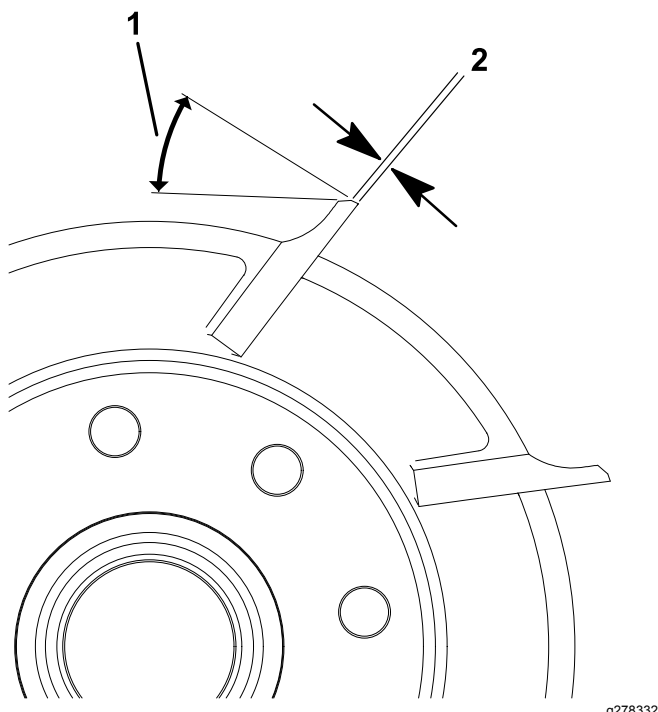

Figura 11
1. Amole todas las cuchillas con un rebajo de 30 grados hasta que la anchura de la superficie de incidencia sea de entre 0,76 y 1,27 mm (Figura 11).